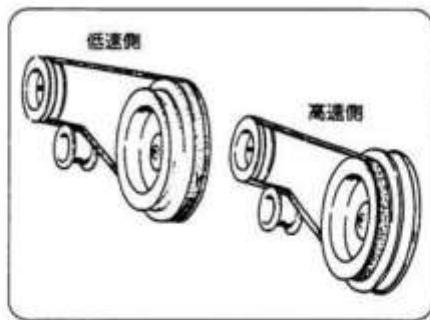

図16
3) 変速のしかた(図16)
- ① ベルトの掛け替えによって前進2段の速度が得られます。